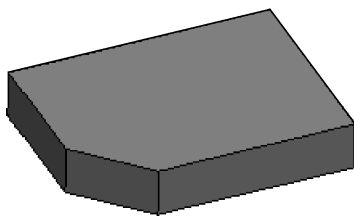

图4-50 完成底板
(4) 单击【草绘器工具】工具栏中的【完成】按钮,接受草绘图形,进入几何预览模式。在对话框的【拉伸深度】组合框27.41输入拉伸深度为“15”,按〈Enter〉键确认,在图形区拖动鼠标中键进行预览,无误后单击控制区的【应用】按钮,完成模型底板特征的创建,如图4-50所示。